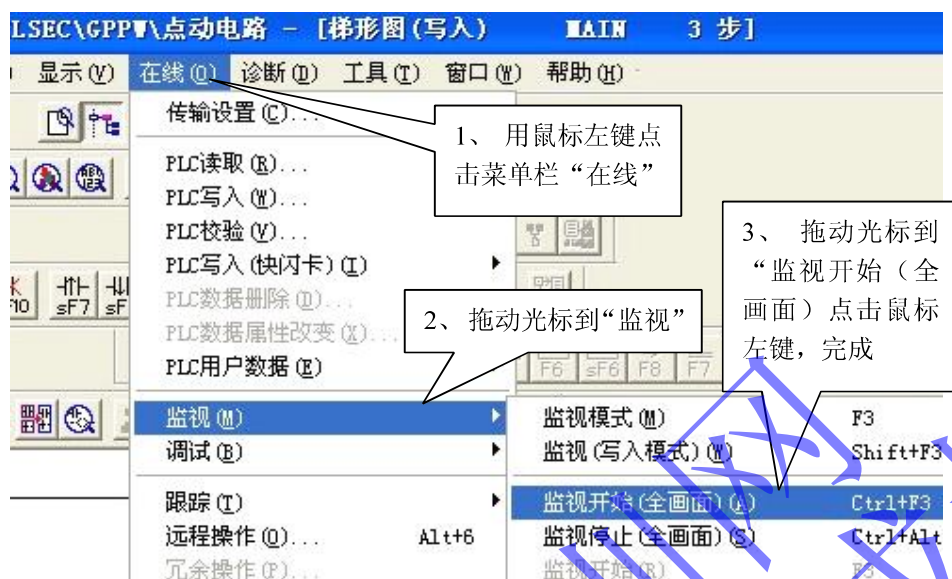

图 4-30 监视功能
在计算机与 PLC 连接状态下二者程序相同并保持通信, 如图 4-30 用鼠标左键点击“在线”弹出图 4-30 子菜单, 将光标移动至“监视”再将光标移动至子子菜单用鼠标左键单击“监视开始 (全画面) (A)”开始监视功能,